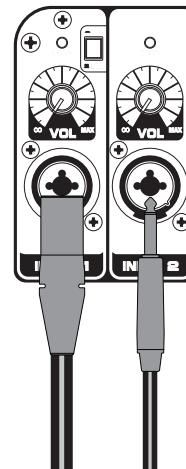

Abbildung 2
4. Schließen Sie entweder ein Line Signal vom Mixer (oder einer anderen Audioquelle) oder ein Mikrofon an die Input 1 Buchse oder ein Line-Level Signal an die Input 2 Buchse an der Rückseite des Auro X12D/X15D (Abbildung 2). Wenn Sie ein Mikrofon verwenden, stellen Sie den Mic / Line Schalter auf die Position des Mikrofons.